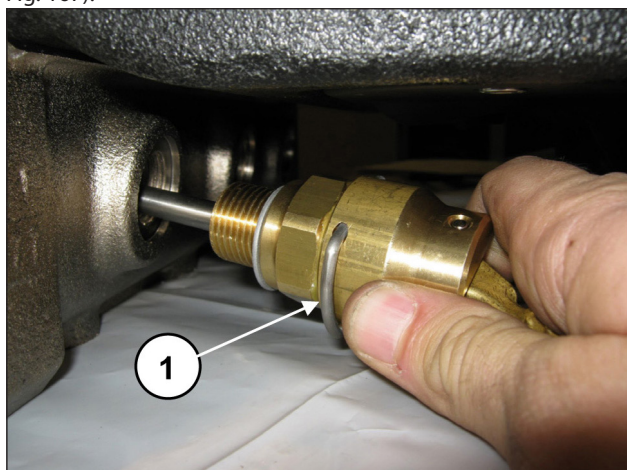
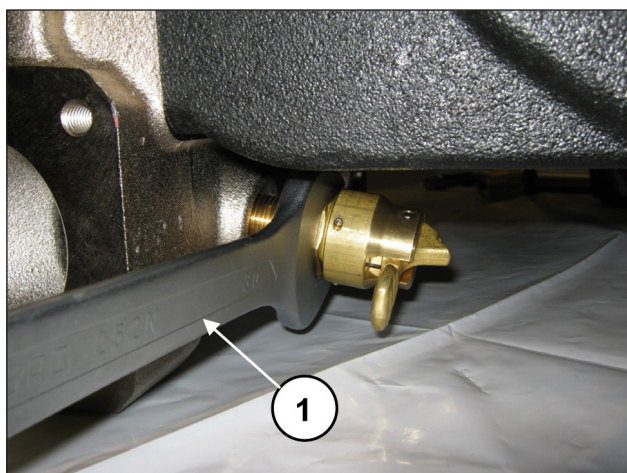

Fig. 166
Fig. 167
Serrer les vis M18x65 et M16x45 des couvercles d'aspiration et de refoulement à l'aide d'une clé dynamométrique, en suivant les indications du chapitre 3 FORCES DE SERRAGE DES VIS. Monter les dispositifs d'ouverture des soupapes (rep. ①, Fig. 166) et les visser à l'aide d'une clé de 30 mm (rep. ①, Fig. 167).